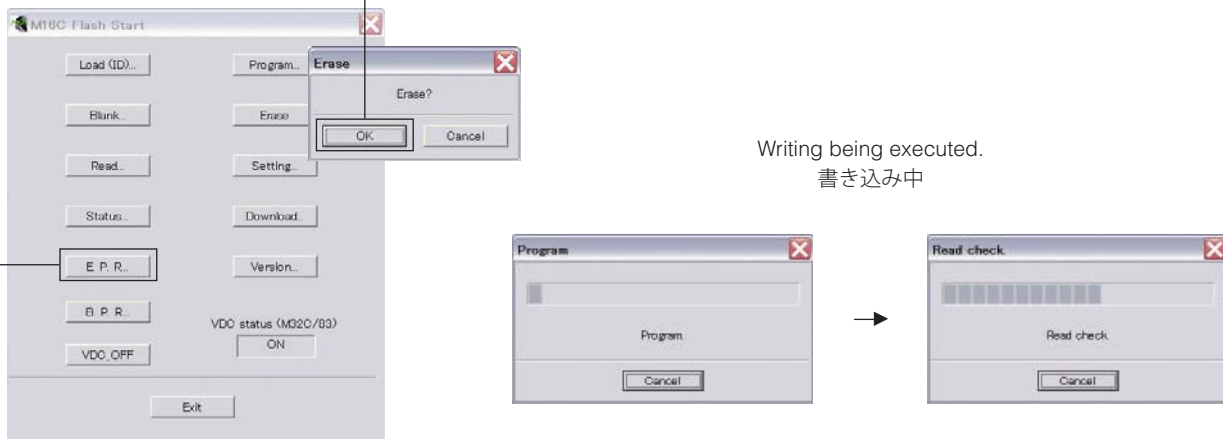

Fig. 6
8. Click [E.P.R.], then the "Erase" screen appears. (Fig. 6)
8. [E.P.R.] をクリックすると、「Erase」が表示されます。(Fig. 6)
9. Click [OK] to start writing. (Fig. 6)
9. [OK] をクリックし、書き込みを開始します。(Fig. 6)